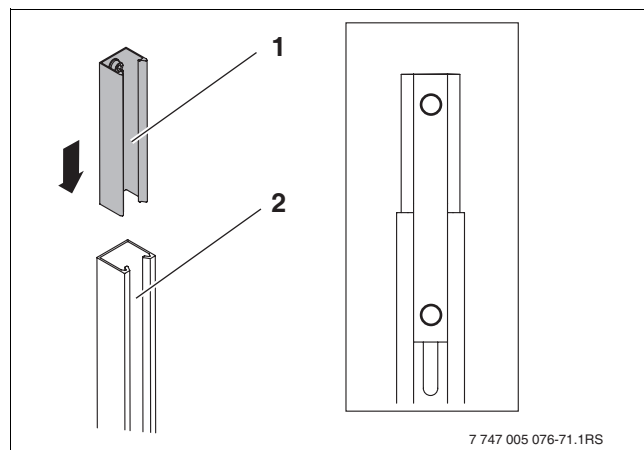

Fig. 46 Insérer le connecteur TSS dans le rail profilé-capteur
- Glisser le connecteur TSS (→ fig. 46, [1]) dans le rail profilé-capteur [2] et le visser avec des vis M8 x 20 et écrous M8.